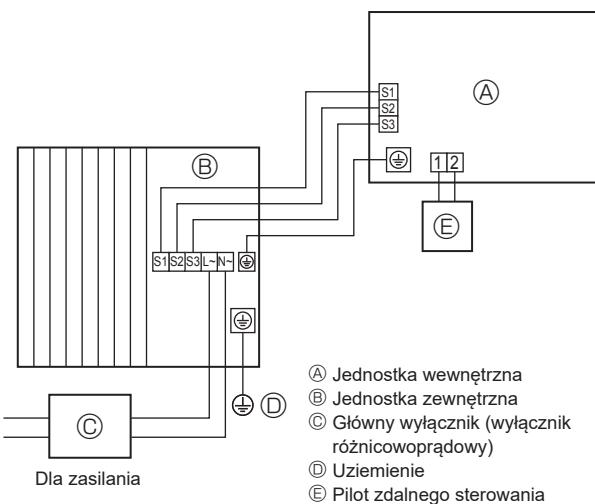
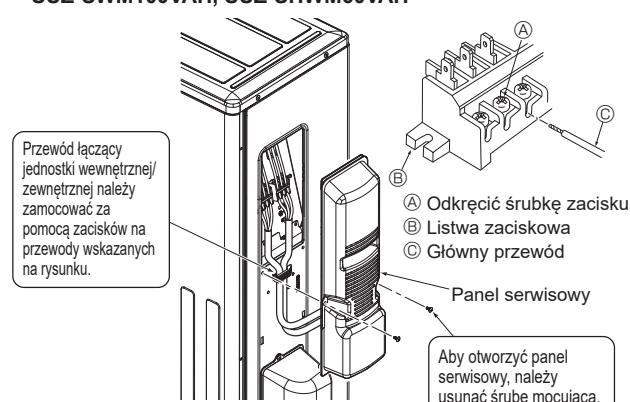

Fig. 6-1
Fig. 6-3
6.1. Jednostka zewnętrzna (Fig. 6-1, Fig. 6-2, Fig. 6-3)
① Usunąć panel serwisowy.
② Podłączyć przewody zgodnie z Fig. 6-1, Fig. 6-2 i Fig. 6-3.